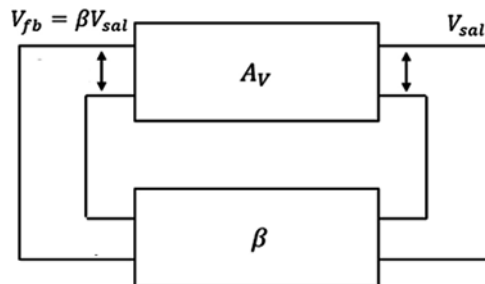

Figura 8.22 Ejercicio de aplicación. Fuente: Elaboración propia
- d) En el diagrama de la figura 8.22, $A_V = 100$, $\beta = 0,01$. Halle V_{fb} si $V_{sal} = 30V_{pp}$.